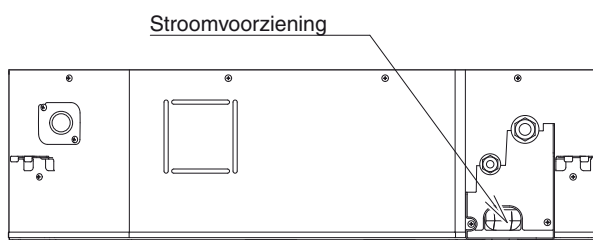

Afb. 3-12
- (1) Schakel de stroom in voor het stroomaansluitingsbord (L, N aansluitingen) in de elektrische componentenkast.
- (2) Giet langzaam ongeveer 1200 cc water in de afvoerpan om de afvoer te controleren. (Afb. 3-12)
- (3) Sluit de controlepin (CHK) op het printbord van de binnenunit kort en laat de afvoer pomp werken. Controleer de waterstroom door de doorzichtige afvoerpijp en controleer of er lekkage is.
- (4) Wanneer u klaar bent met het controleren van de afvoer, moet u de controlepin (CHK) weer vrijmaken en de afdekking van de pijp weer op zijn plaats doen.
- (5) Controle na installatie